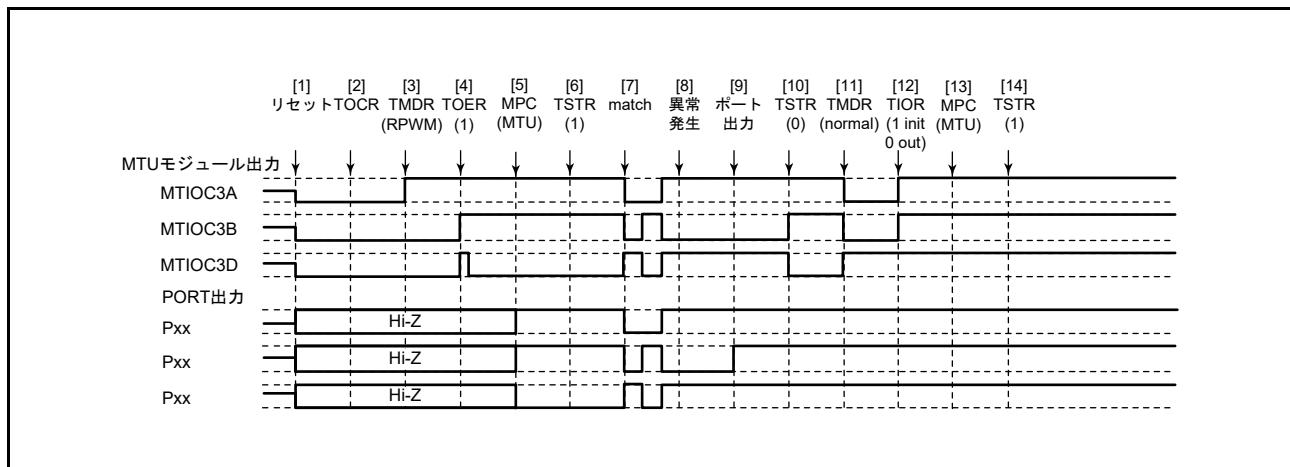

図 20.152 リセット同期 PWM モードで異常が発生し、ノーマルモードで復帰する場合
リセット同期 PWM モードで異常が発生し、再設定後ノーマルモードで再スタートする場合の説明図を図 20.152 に示します。
- [1] ~ [10] は図 20.152 と共通です。
(28) リセット同期 PWM モードで動作中に異常が発生し、相補 PWM モードで再スタートする場合の動作
(29) リセット同期 PWM モードで動作中に異常が発生し、リセット同期 PWM モードで再スタートする場合の動作